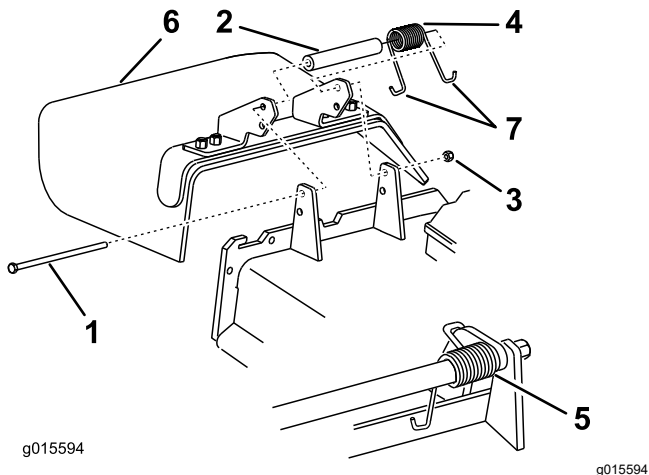

Figura 86
1. Retire la contratuerca, el perno, el muelle y el espaciador que sujetan el deflector a los soportes de pivote (Figura 86).
2. Retire el deflector de hierba dañado o desgastado (Figura 86).
**Nota:** Asegúrese de colocar un extremo con gancho en J del muelle detrás del reborde de la carcasa antes de instalar el perno, según se muestra en Figura 86.
6. Coloque 1 extremo en J del muelle alrededor del deflector de hierba (Figura 86).